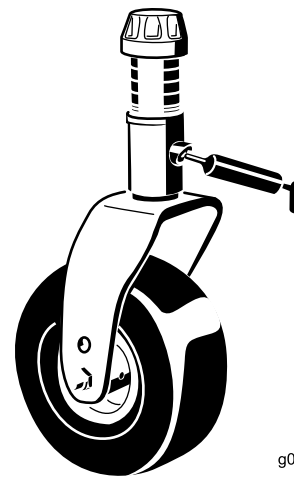

Figure 42
- Bagues d'axe de fourche de roue pivotante (2) (Figure 42)